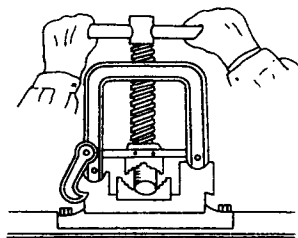

图 1-6 管子台虎钳使用
(1) 管子台虎钳下钳口安装应牢固可靠,上钳口在滑道内能自由移动,压紧螺杆和滑道应经常加油。
(2) 管子台虎钳的规格必须与所夹管道的规格匹配, 不得将不适合钳口尺寸的工件上钳; 对过长的工件, 应在其伸出工作台面部分设置支架使其稳固, 夹持较脆软的工件时, 应用布包裹, 避免压坏。
(3) 操作时, 将管子放入管子台虎钳钳口中, 旋转把手卡紧管子, 如图 1-6 所示。
(4) 装夹管子或管件时, 必须穿上保险销, 压紧螺杆。旋转螺杆时应用力适当, 严禁用锤击或加装套管的方法扳手柄。